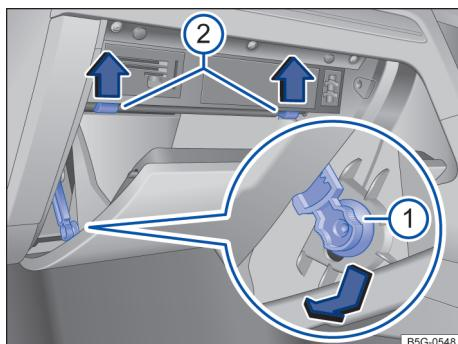

Fig. 212 Cobertura da caixa de fusíveis no painel de instrumentos: veículos com direção à direita, no lado do passageiro dianteiro.
- Empurrar o elemento de freio no sentido indicado pela seta para dentro da abertura do suporte e retirar lateralmente → Fig. 212 ①.
- Pressionar os pinos batente para cima no sentido da seta e ao mesmo tempo abrir mais o porta-objetos → Fig. 212 ②.
- Para *instalar*: colocar o porta-objetos na posição. Inserir o elemento de retenção na abertura do suporte e empurrar no sentido oposto ao da seta → Fig. 212 ① até encaixar de modo audível. Pressionar o porta-objetos cuidadosamente para frente por cima da resistência do pino de batente → Fig. 212 ②.